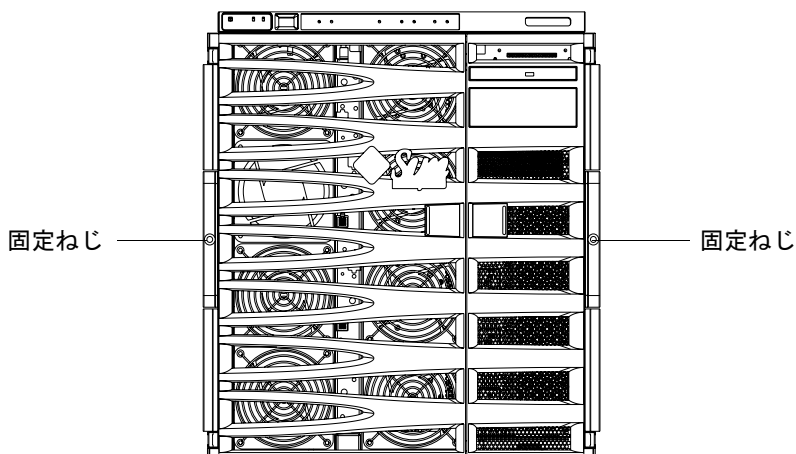

図 1-14 固定ねじの取り付け
11. システムの正面にある 2 本の固定ねじを締めて、システムをキャビネットに固定します (図 1-14)。